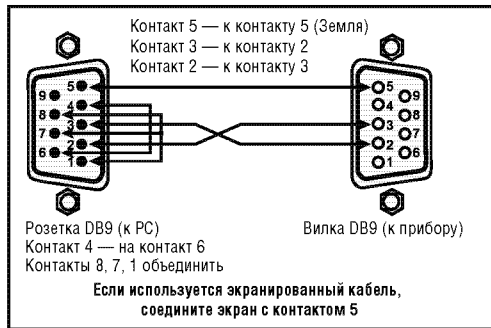

Рис. 11. Подключение к ПК без применения нуль-модемного адаптера
- Подключить порт RS-232 на ПК к порту RS-232 на тыльной панели коммутатора **VP-23RC**, как показано на рис. 11